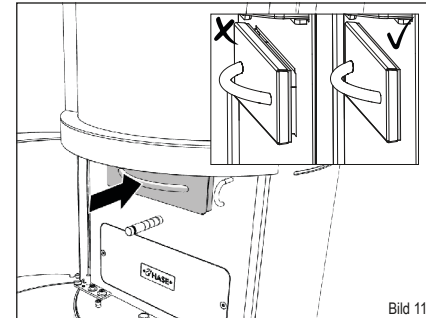

Bild 11
- ✓ Schieben Sie den Aschebehälter wieder in die Öffnung, so dass dieser bündig mit der Dichtung anliegt (Bild 11).